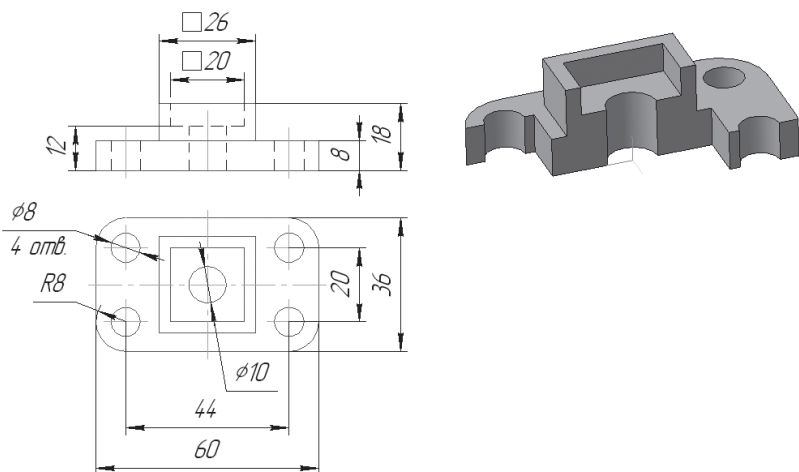

Рис. 251
1. Создайте 3D-модели и выполните отсечение части детали по эскизу, проверьте себя (рис. 251).